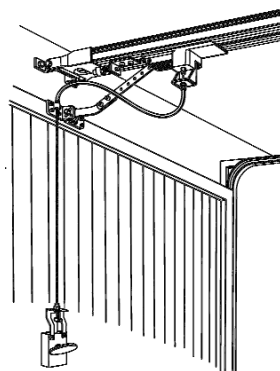

Рисунок 15
2. Повернуть ручку и сдвинуть полотно ворот (**рис. 15**).